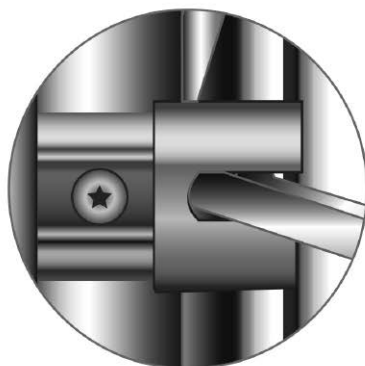

Figura 4.2
**4.2** Las puntas laterales deben quedar insertadas en la ranura del poste y nunca deben removerse los tapones protectores. Las grapas rectas deben utilizarse para retener las varillas horizontales de la rejilla (**figura 4.2**).